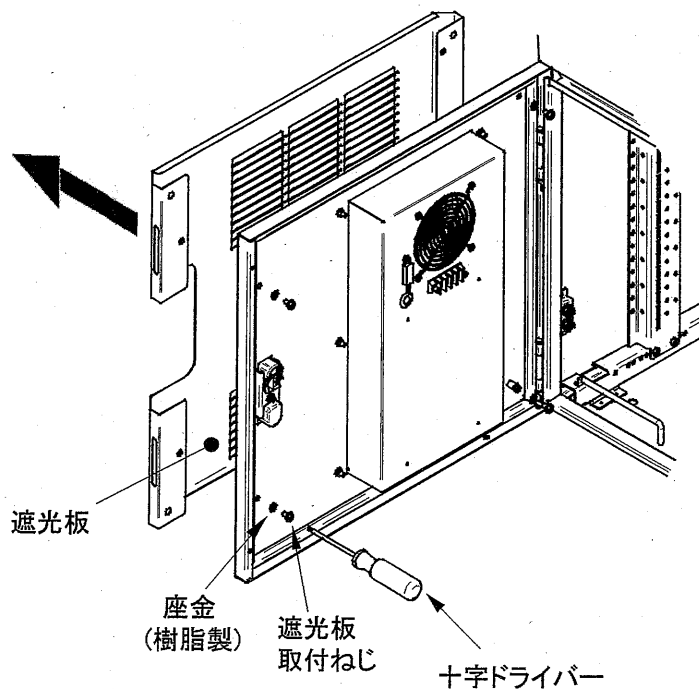

図14
1. 扉を開け、ドライバーを使用して熱交換器ユニットが、取付けられている部分の遮光板(タテ置きタイプ:遮光板側面、ヨコ置きタイプ:遮光板後)の遮光板取付ねじ及び座金を取外してください。(図14)